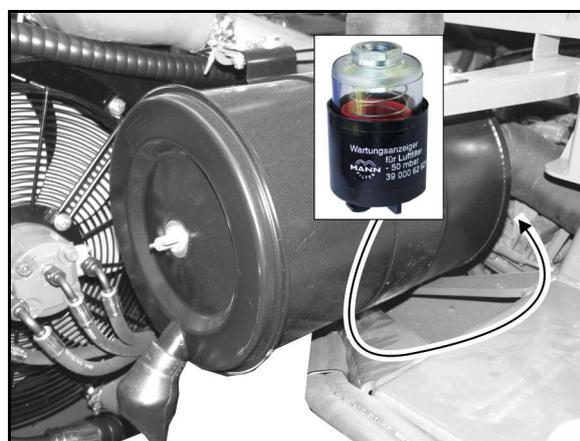

Fig. 164
2. Saque la varilla de medición del nivel de aceite (Fig. 164/1) y límpiela con un paño limpio.
4. Si es necesario, eche el aceite que se haya prescrito (Fig. 164/2,3) por la apertura de llenado.
5. Desenroscar el tornillo de descarga de aceite (Fig. 164/4).